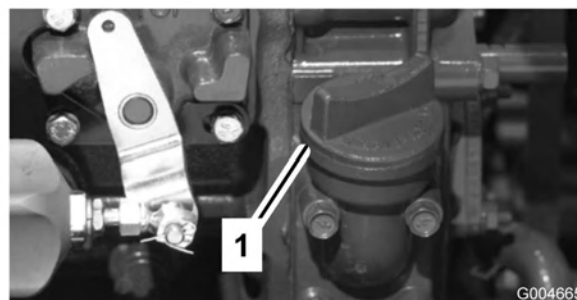

Bild 6
4. Wenn der Ölstand unter der Voll-Marke liegt, nehmen Sie den Fülldeckel ab (Bild 6) und gießen Sie genug Öl ein, um den Ölstand bis zur Voll-Marke anzuheben. **Nicht überfüllen.**